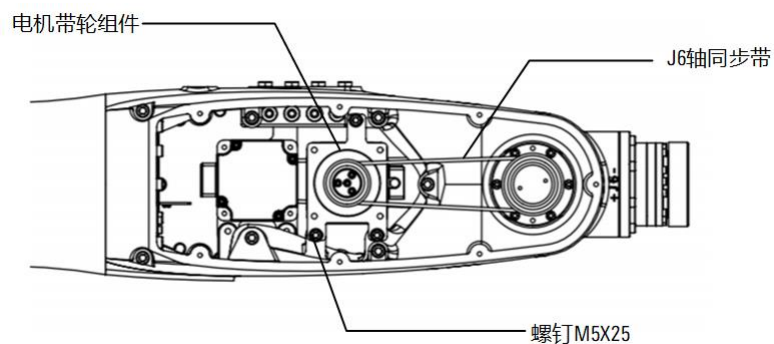

图 12-11 拆卸 J6 轴同步带
- 步骤4. 拆卸电机座 3 颗 M5 螺钉，如图 12-11 所示。